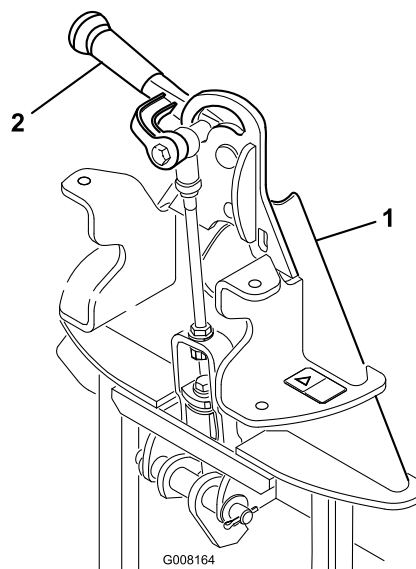

Figure 3
**Remarque:** Vérifiez que le levier de verrouillage (Figure 3) est pivoté à gauche (position déverrouillée), vu de l'arrière de la machine.